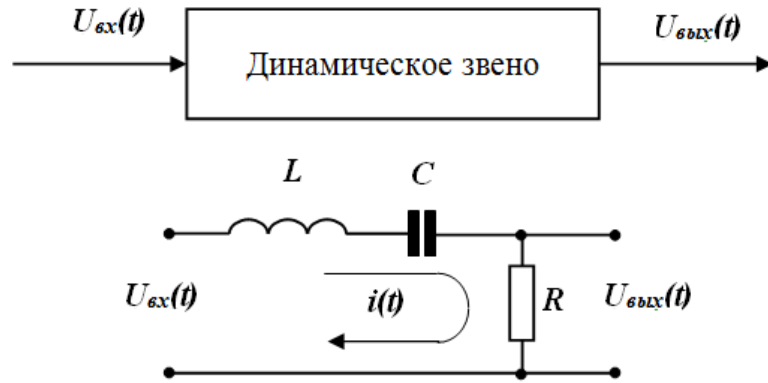

Рис. 2.1. Принципиальная схема звена
**Условие.** Определить передаточную функцию динамического звена по его принципиальной схеме (рис. 2.1).